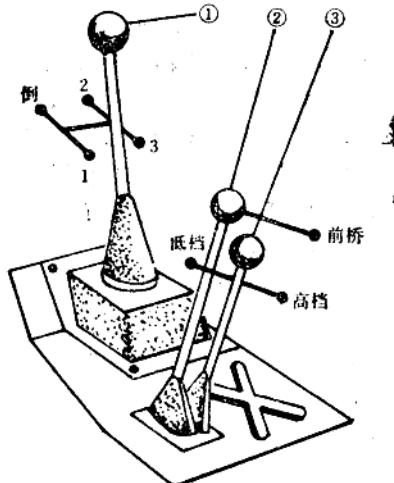

图 1-9 前轮驱动档和加力档位置
(1) 两根操纵杆的使用方法:
① 在良好道路上正常行驶时,前桥操纵杆应在“分离”位置,分动器操纵杆应在“高速”位置如图 1-9 所示。
② 前轮驱动档与低速(加力)档应尽量少用。当通过泥泞、冰雪、翻浆及解冻等道路,如因道路附着